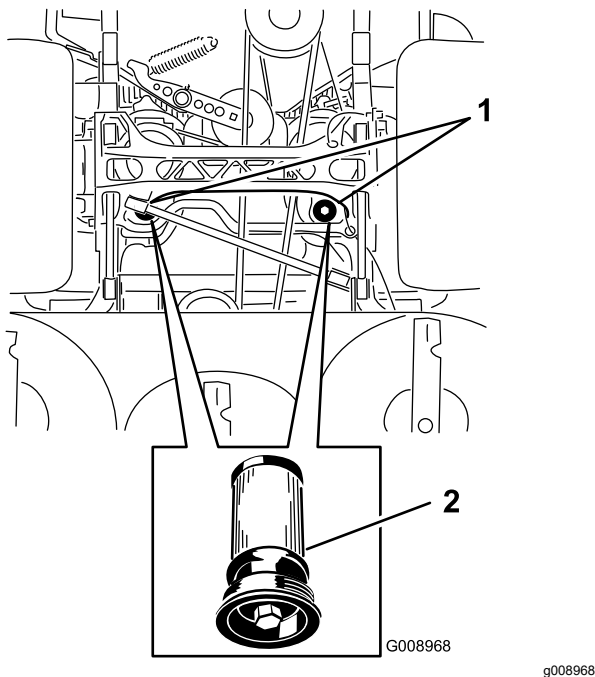

Figure 97
5. Placez un bac de vidange sous le filtre, retirez le filtre usagé et essuyez la surface (Figure 97).
6. Appliquez une fine couche de liquide hydraulique sur le joint en caoutchouc du filtre de rechange (Figure 97).